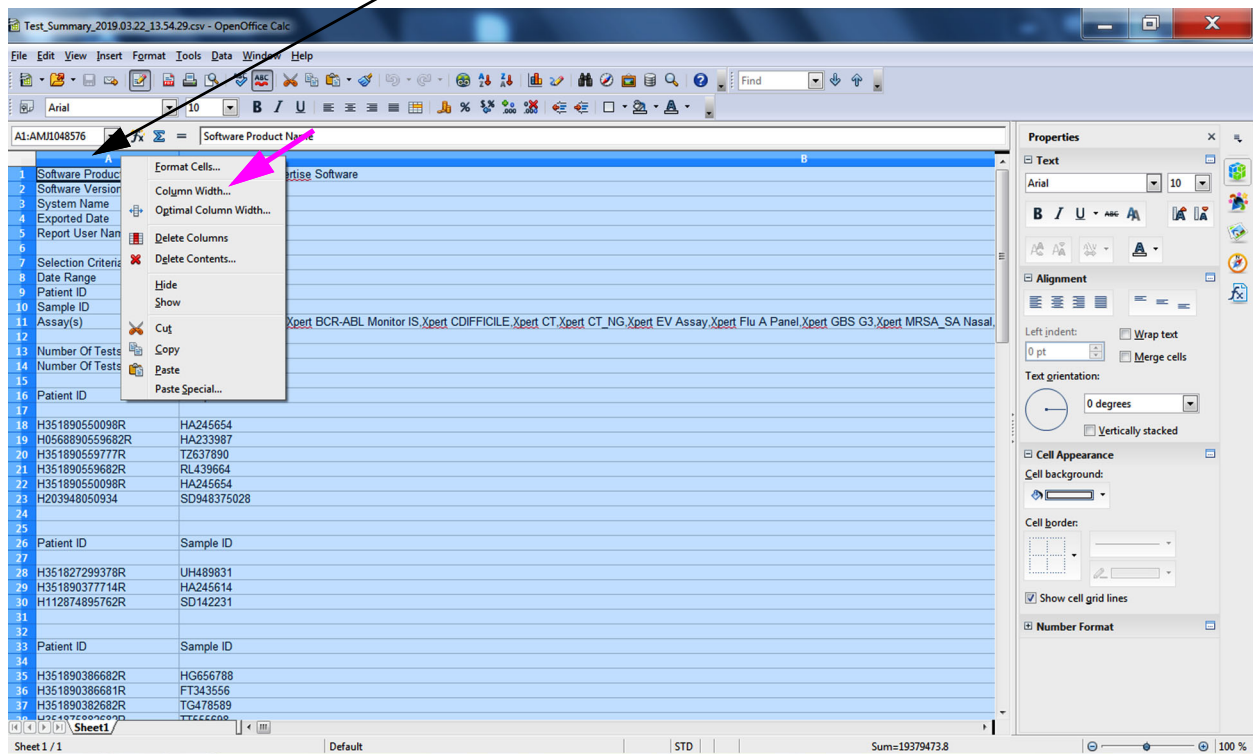

图 C-14. 从下拉菜单选择列宽 (Column Width)
9. 将显示列宽 (Column Width) 对话框。参阅图 C-14